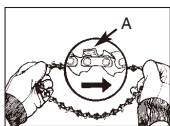

Fig. 4A
1. Spred kæden i en løkke, og sørg for at skærene (A) peger MED URET rundt om løkken (Fig. 4A).